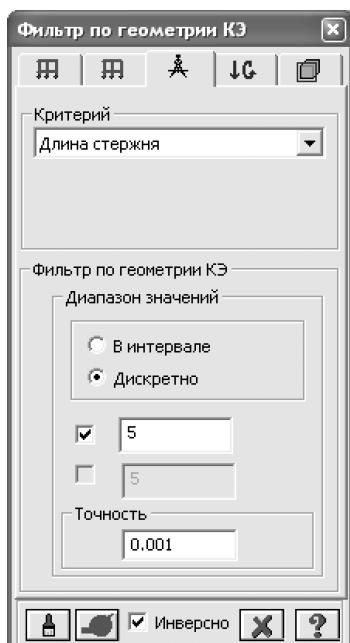

Рис.4.5. Диалоговое окно Полифильтр
- В этом окне активизируйте закладку Фильтр по геометрии КЭ (рис.4.5) и задайте параметры:
- С помощью диалогового окна Полифильтр, закладки Фильтр по геометрии КЭ (рис.4.5), выделите второй пролет рамы.